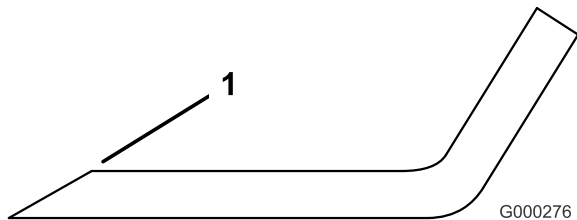

図 29
3. 全部のブレードの刃先を丁寧に点検する。刃先が鈍くなっていたり欠けていたりした場合には研磨する。研磨は刃先の上面だけに行い、刃の元々の角度を変えないように十分注意する（図 29）。ブレードの左右を均等に削れば、バランスを狂わすことなく研磨を行うことができる。